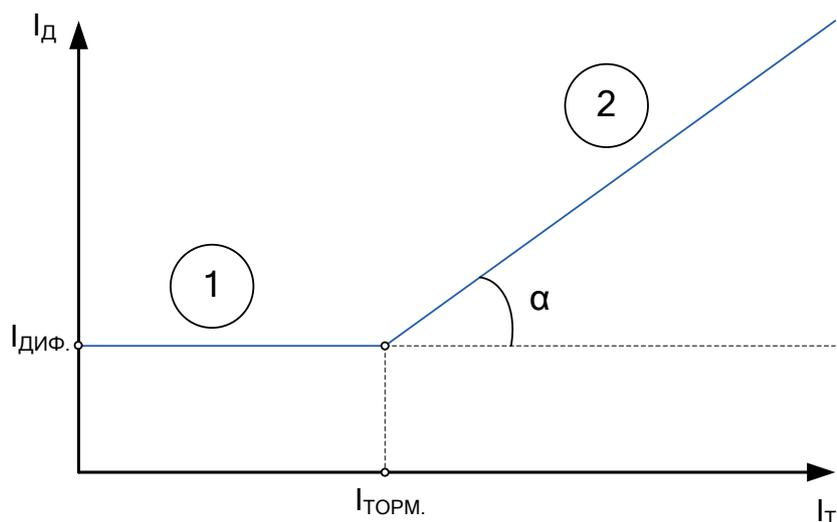

Рисунок 2.1 - Тормозная характеристика ДЗМТ
2.1.6.1 Тормозная характеристика ДЗМТ имеет два участка (рисунок 2.1). По оси абсцисс отложены значения тормозного тока ( $I_T$ ), а по оси ординат – значения дифференциального тока ( $I_D$ ) в долях от базового.